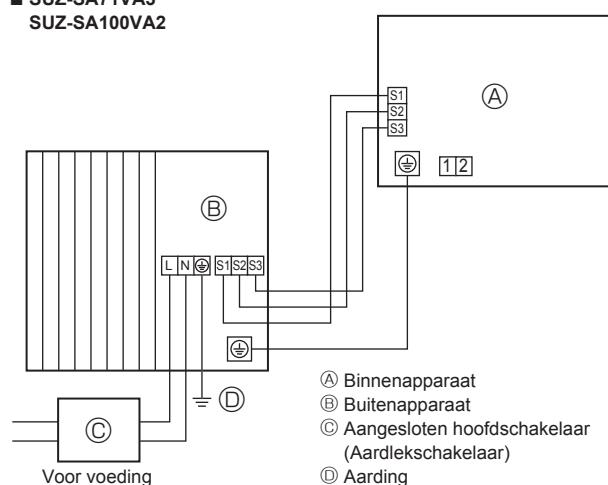
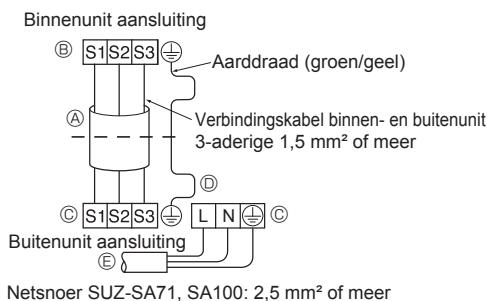
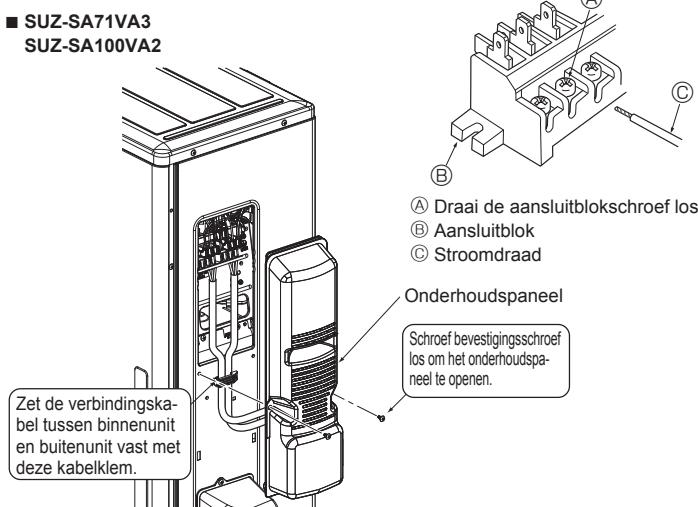

Fig. 5-1
Fig. 5-2
Fig. 5-3
5.1. Buitenunit (Fig. 5-1, Fig. 5-2, Fig. 5-3, Fig. 5-4)
- ① Verwijder het onderhoudspaneel.
- ② Sluit de kabels aan volgens Fig. 5-1, Fig. 5-2, Fig. 5-3 en Fig. 5-4.
- Leg de bedrading aan zoals aangegeven in het diagram links onderaan. (Schaf de kabel ter plaatse aan) (Fig. 5-2)
- (A) Aansluitkabel
- (B) Aansluitblok voor binnenunit
- (C) Aansluitblok voor buitenunit
- (D) Sluit altijd een aardingsdraad aan die langer is dan de andere kabels.
- (E) Voedingskabel
- Zorg dat de kabels goed worden aangesloten. (Fig. 5-3)